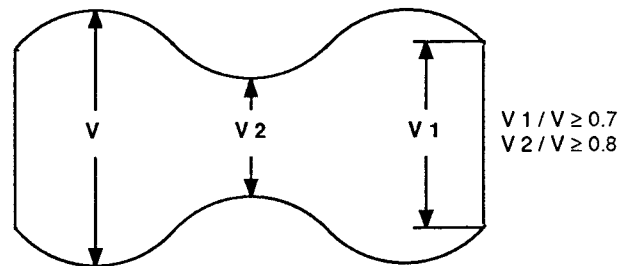

Fig. 40
- Tracking auf maximale Hüllkurvenamplitude einstellen. Diese muß folgende Grenzwerte einhalten (Fig. 40):
- Adjust the tracking to obtain maximum FM envelope amplitude. This must produce the following basic values (Fig. 40):